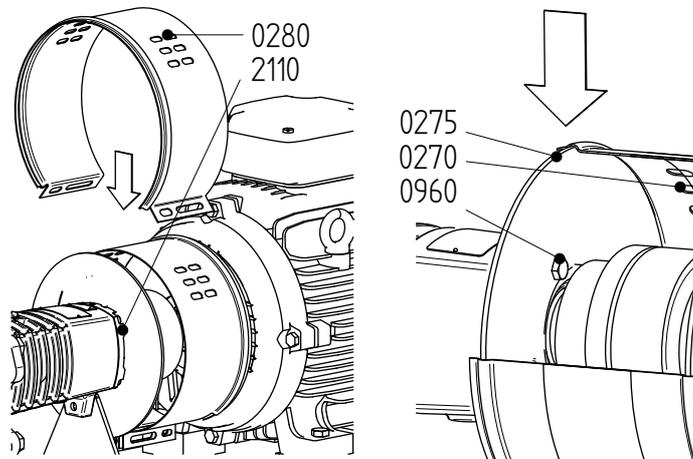

Abbildung 11: Montieren der Schutzhaube auf der Pumpenseite.
- 6 Die Schrauben (0940) lösen und die Montageplatte (0275) vom Lagerdeckel (2110) entfernen. Siehe Abbildung 11.
- 4 Die Montageplatte (0275) mit den Schrauben (0940) am Lagerdeckel (2110) befestigen. Siehe Abbildung 11.